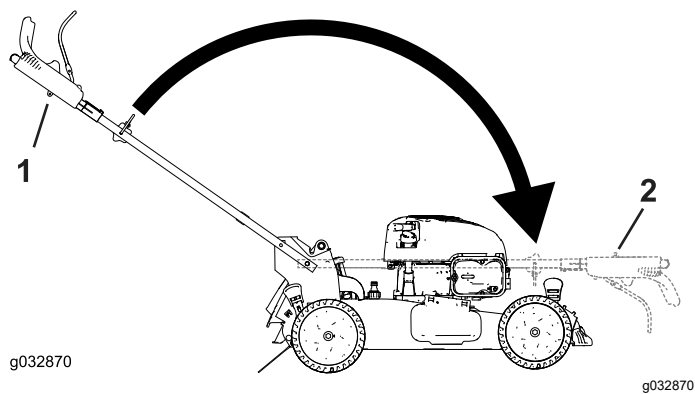

Figure 21
2. Repliez la poignée en le faisant pivoter en avant (Figure 21).